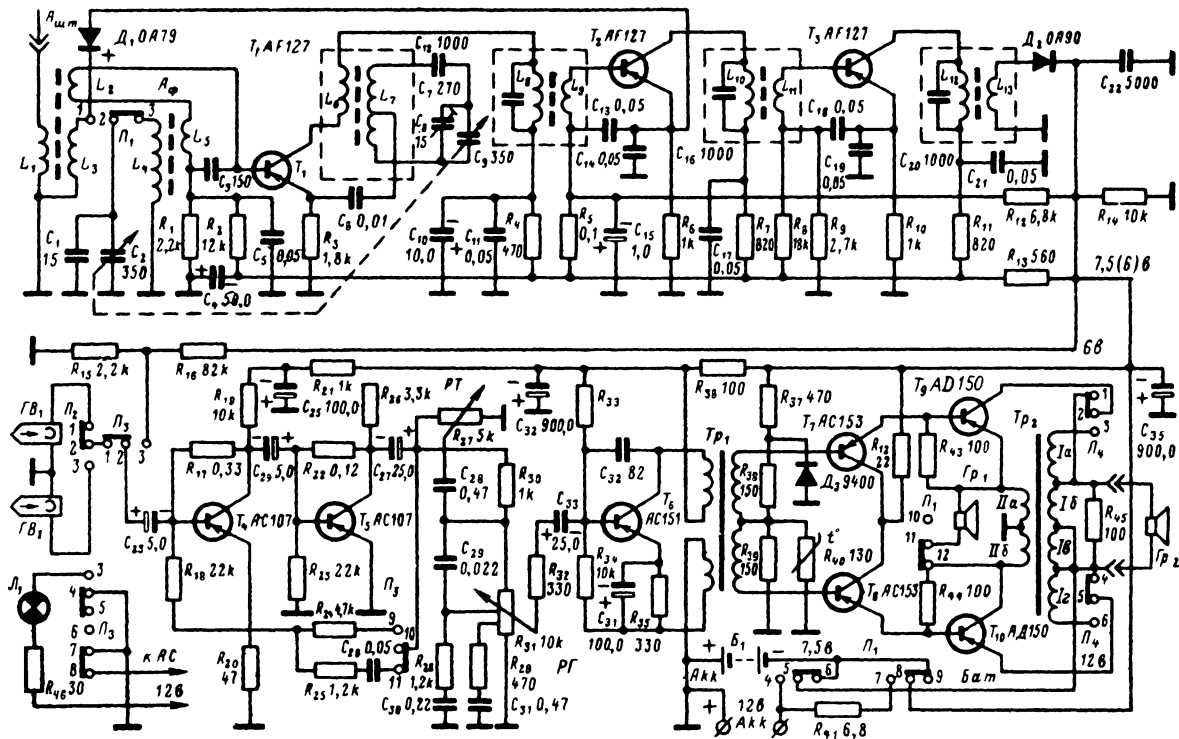

Рис. 17. Принципиальная электрическая схема магнитола «TK-R15». Показана в режиме воспроизведения первой дорожки.
**Принципиальная электрическая схема** магнитолы показана на рис. 17. Основной частью магнитолы служит универсальный усилитель на семи транзисторах  $T_4—T_{10}$ . На вход усилителя переключателем  $П_3$  может быть подключен выход приемника или головка воспроизведения ( $ГВ_1$  или  $ГВ_2$ ). Головки переключают переключателем  $П_2$ . Необходимое изменение формы частотной характеристики усилителя достигается переключением цепочек обратной связи контактами 9—10—11 переключателя  $П_3$ . Регулировка громкости  $РГ$  и тембра  $РТ$  осуществляется при помощи переменных резисторов  $R_{31}$  и  $R_{27}$ . Оконечный двухтактный каскад выполнен по схеме составных транзисторов с использованием входного и выходного трансформаторов  $Тр_1$  и  $Тр_2$ . Температурная стабилизация режимов оконечных каскадов достигается применением терморезистора  $R_{40}$  и диода  $D_3$ , установленных на радиаторе одного из оконечных транзисторов. Для уменьшения нелинейных искажений усилителя применена отрицательная обратная связь в третьем  $T_6$  и в оконечном  $T_9$ ,  $T_{10}$  каскадах. Коллекторные обмотки 1а—1г выходного трансформатора  $Тр_2$  при переходе с 6 в напряжения питания на 12 в переключаются переключателем  $П_4$  в соответствии с повышением мощности усилителя. Внутренний громкоговоритель магнитолы  $Гр_1$  отключается выключателем  $П_1$  (контакты 10—11—12).